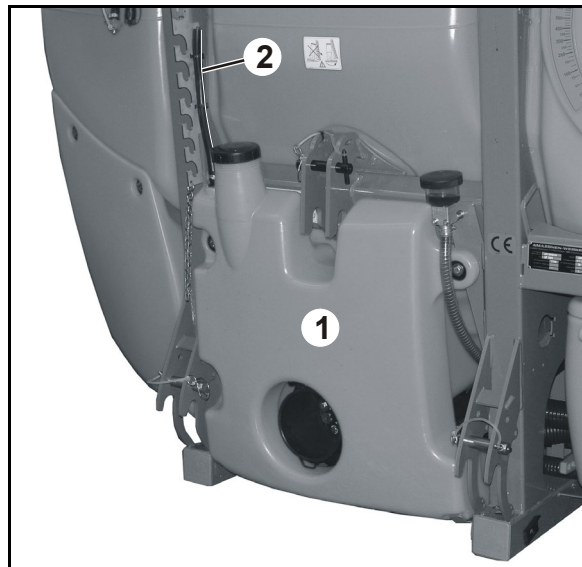

Fig. 17
3. Aduceți robinetele de comutare în poziția specificată de la panoul de comandă (Fig. 17):